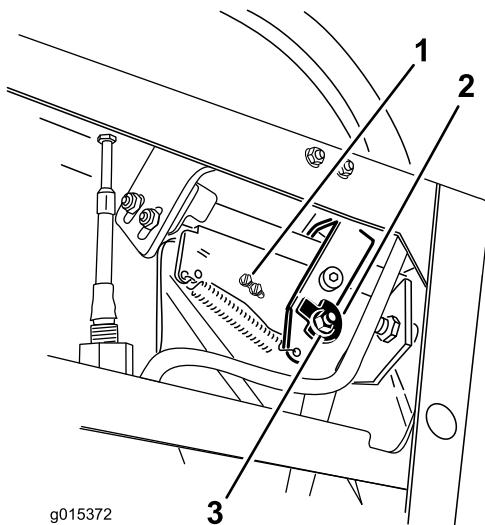

図 68
- カムを固定しているナットとボルトをゆるめる（図 68）。
11. 必要に応じてスイッチを固定しているネジをゆるめてスイッチの位置を調整する（図 68 と図 69）。